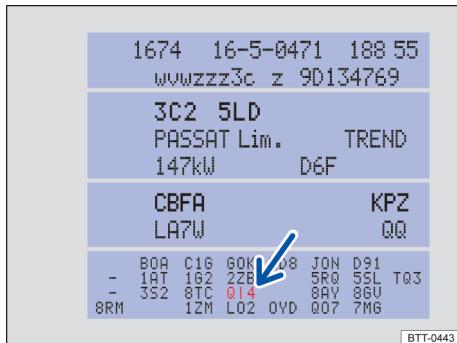

Fig. 254 Etiqueta de dados do veículo com número PR do respectivo serviço (Representação esquemática).
- Pelo número PR da etiqueta de dados do veículo → Fig. 254 (seta) → Página 355.